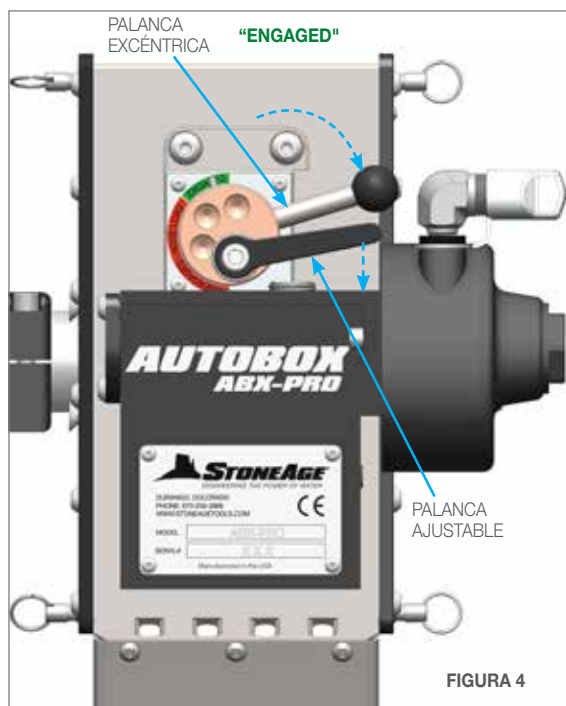

FIGURA 4
- Gire la palanca excéntrica en el sentido de las manecillas del reloj hasta la posición **"Engaged"** (armado) para apretar el rodillo libre contra la manguera. Empuje la palanca ajustable hacia abajo para apretar el buje. **(Figura 4)**
4. Afloje los dos tornillos de la tapa del bloque con mordaza y deslice el bloque BOP 030 en el tubo de embocadura roscado BOP 084. Empuje el bloque con mordaza hasta que se detenga en el tubo de embocadura. A continuación, apriete bien los dos tornillos. **(Figura 4)**
4. Introduzca el posicionador hembra BOP 058 en la abrazadera articulada. Esto puede hacerse en la posición abierta o cerrada y está diseñada para poderse ajustar al tamaño de la tubería. **(Figura 4)**